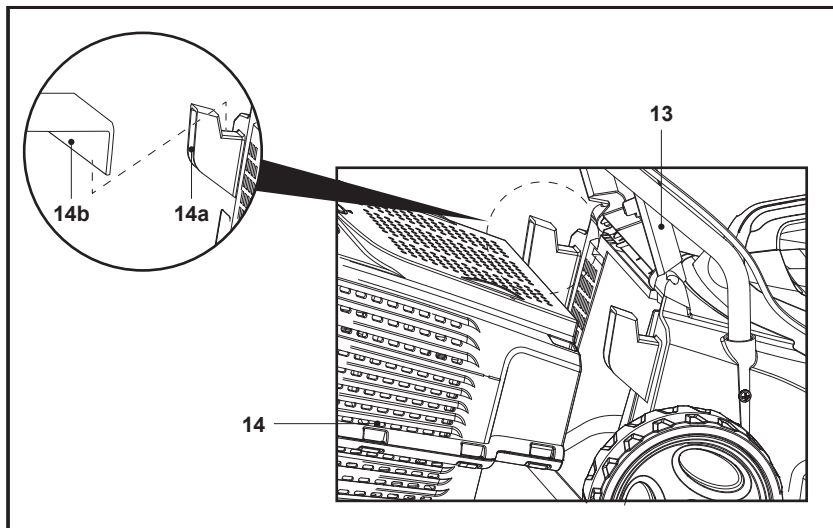

Fig. 6
2. Abra el protector del deflector (13) y manténgalo en esa posición.
3. Alinee los soportes (14b) con los ganchos (14a) para colgar el depósito de hierba (14) en el cortacésped (Fig. 6).